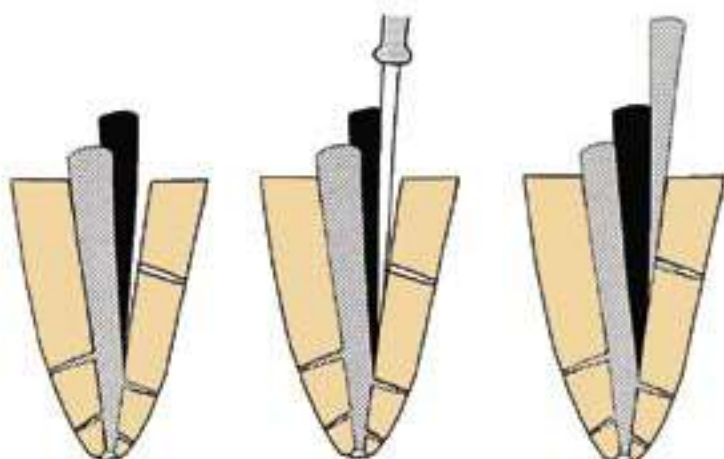

Fig. 3, 4, 5. Mise en place et compactage des cônes accessoires
- Mise en place et compactage des cônes accessoires (Fig. 3, 4, 5)